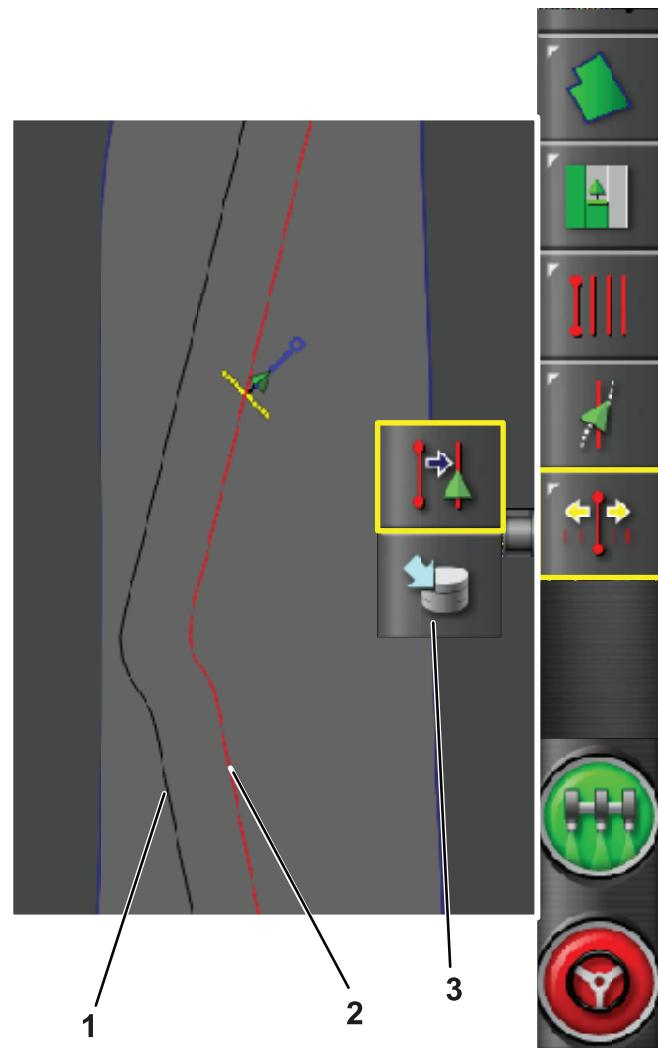

図 18
2. 新しいガイドライン(図 18)が必要な場所に移動したら、ナッジアイコンを押します。